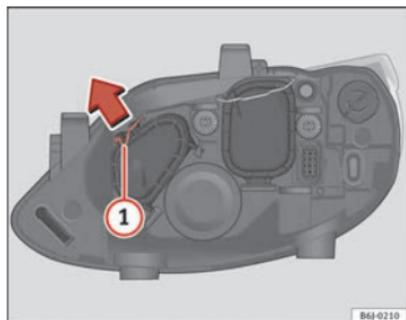

Fig. 151 Feux de route
- Déplacez le tirant ① dans le sens de la flèche puis retirez le cache ⇒ fig. 151.